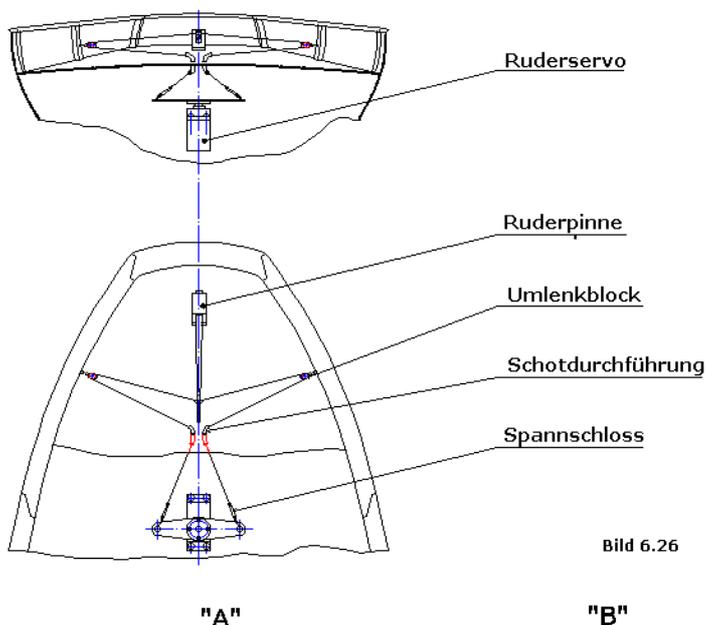

Bild 6.26
2. Das Ruderservo greift über vorgespannte (Stahl?)-Seile auf die Ruderpinne zu (Bild 6.26). Die Seile müssen über leichtgängige Rollen geführt und umgelenkt werden. Um Wassereinträge zu vermeiden, muß die Seildurchführung durch das Deck möglichst mittschiffs und/oder oberhalb des Decks ausgeführt werden. Der prinzipbedingte längere Stellweg an der Pinne wird durch einen (selbst hergestellten) längeren Servoarm erreicht. Zu den Nachteilen dieses Systems zählen neben dem großen Platzbedarf für das Ruderservo mit dem langen Arm auch die Reibungsverluste durch die Umlenkungen. Die Optik ist jedoch die eines festgezurrtes Ruders und dadurch sehr vorbildähnlich.
**Bild 6.26:** Eine andere Möglichkeit der Ansteuerung eines hinten angesetzten Ruders sind vorgespannte Seile, über die das Ruderservo auf die Ruderpinne zugreift. Die Seile werden über leichtgängige Rollen und Rohre umgelenkt bzw. geführt.